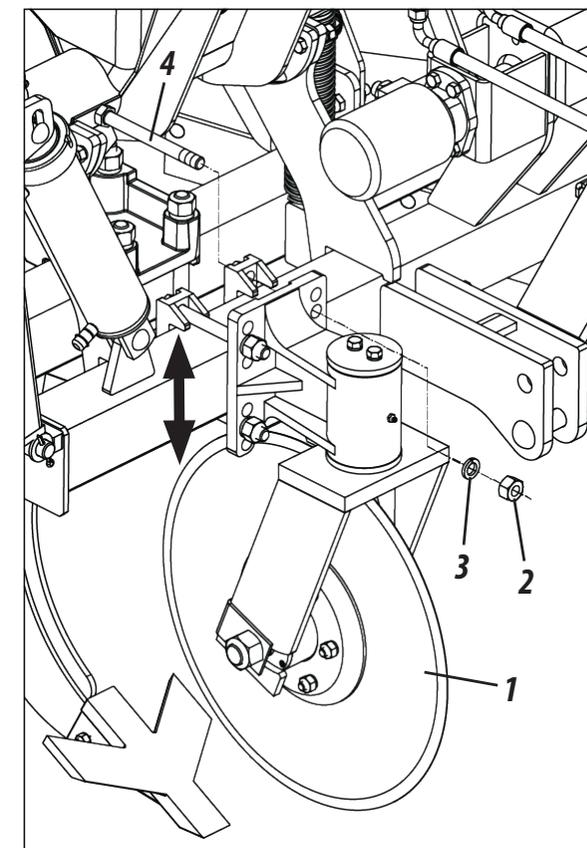

Figura 06
**REGULAGEM DE PROFUNDIDADE DO DISCO DE CORTE ( FIGURA 06 )**